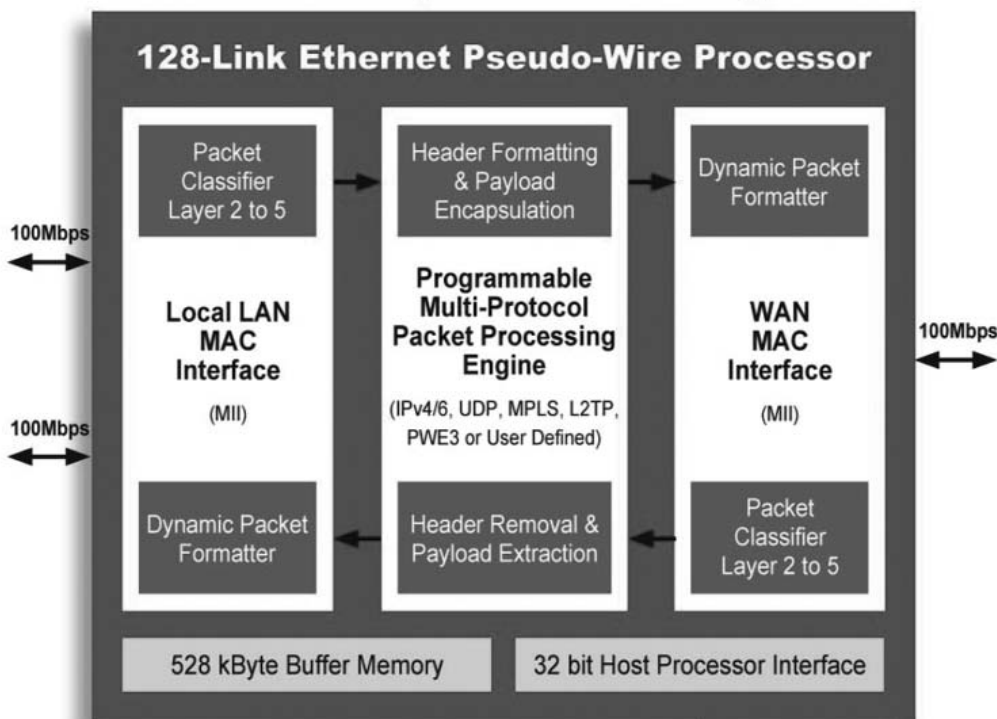

Рис.2
Схема функциональная (блочная) ZL50130 показана на **рис.2**, схема функ-
1. Схема управления трехфазным бессенсорным электродвигателем постоянного или переменного тока с постоянными магнитами (**рис.2**).